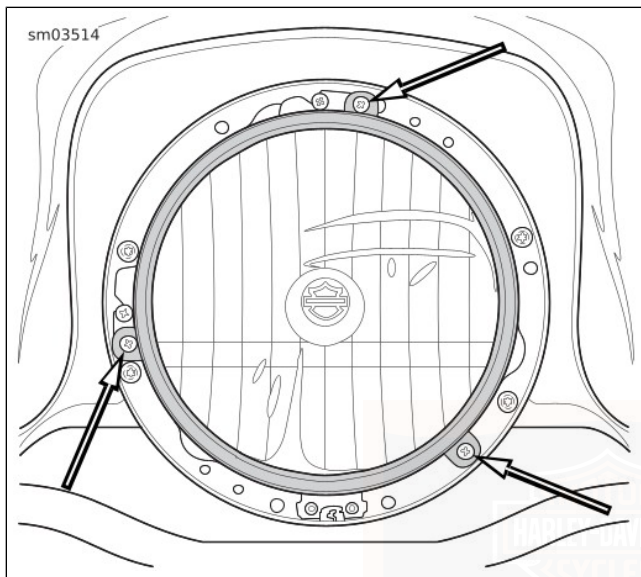

Figura 63. Tornillos de retención del faro delantero (típicos)
2. Vea Figura 63. Extraiga los tornillos que aseguran el conjunto del faro delantero.